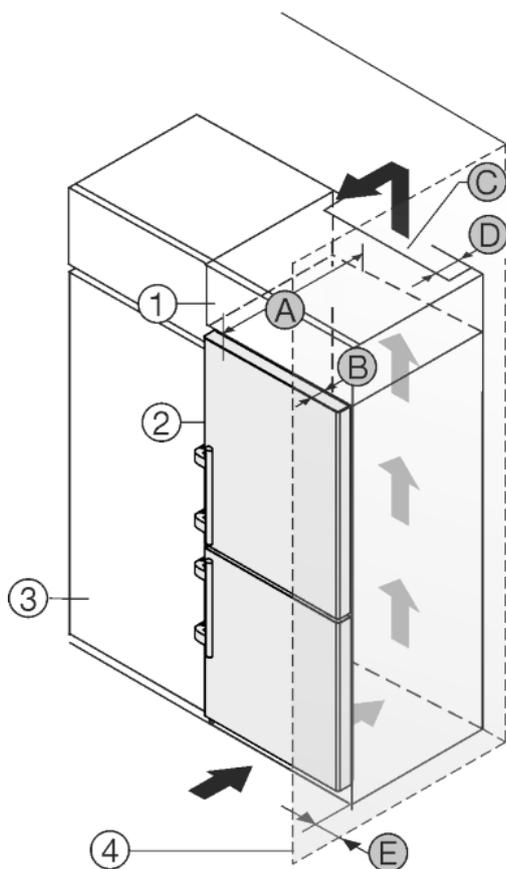

Fig. 11
L'appareil peut être réagencé avec des buffets de cuisine. Pour adapter l'appareil Fig. 11 (2) à la hauteur du coin cuisine, une rehausse Fig. 11 (1) peut être posée sur l'appareil.
L'appareil peut être installé directement à côté du buffet de cuisine Fig. 11 (3). Pour pouvoir ouvrir complètement les portes, l'appareil doit déborder de la profondeur Fig. 11 (B) par rapport à la façade du buffet. L'appareil peut déborder encore plus en fonction de la profondeur des buffets et de l'utilisation de cales d'épaisseur.
- Une sortie d'air avec la profondeur Fig. 11 (D) doit être présente au dos de la rehausse sur toute sa largeur.
- La section de ventilation Fig. 11 (C) sous plafond doit être respectée.
Si l'appareil avec les charnières est installé près d'une paroi Fig. 11 (4), la distance Fig. 11 (E) entre l'appareil et la paroi doit être respectée. Ceci correspond à la saillie de la poignée avec la porte ouverte.